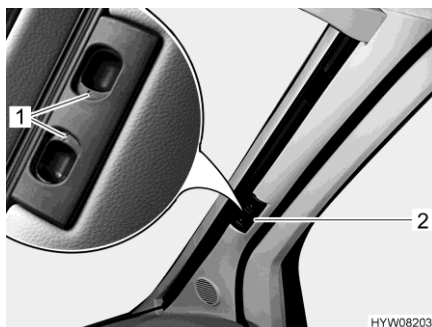

Bild 18 Plisségardin (vindruta)
- Tryck in låshandtagen (Bild 18,1) och håll dem intryckta.
- Håll plisségardinen för vindrutan i handtaget (Bild 18,2) och dra den mot fönstrets mitt.
- Skjut de två hälfterna av plisségardinen för vindrutan utåt så långt det går, ta tag i handtaget (Bild 18,2). Dra upp handtaget till samma höjd som låsspåret.
- Släpp låshandtagen (Bild 18,1) och låt dem haka fast.